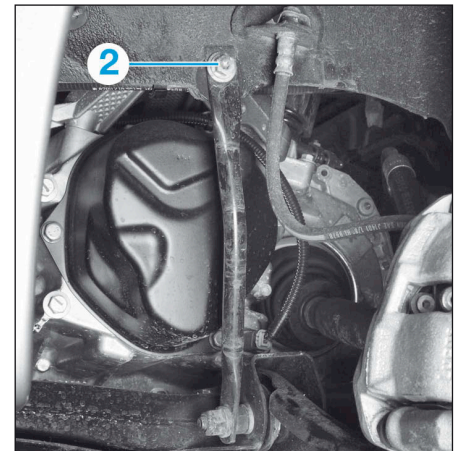

FIG.8
- De chaque côté, déposer la vis supérieure (2) de tirant de berceau (Fig.8).